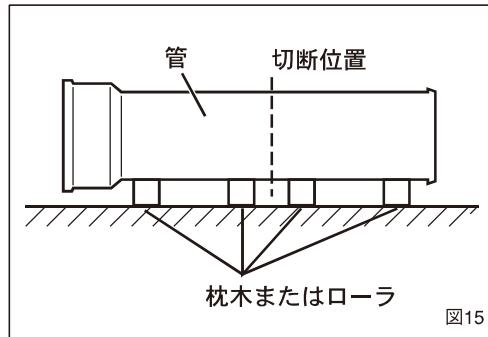

図15
## 5. 管の準備 (図15)
①切管する管を、管が1回転できる長さの枕木、またはローラの上にセットしてください。このとき、切断後の安全性を考慮し、図15のように、切断位置の両端に枕木をセットしてください。